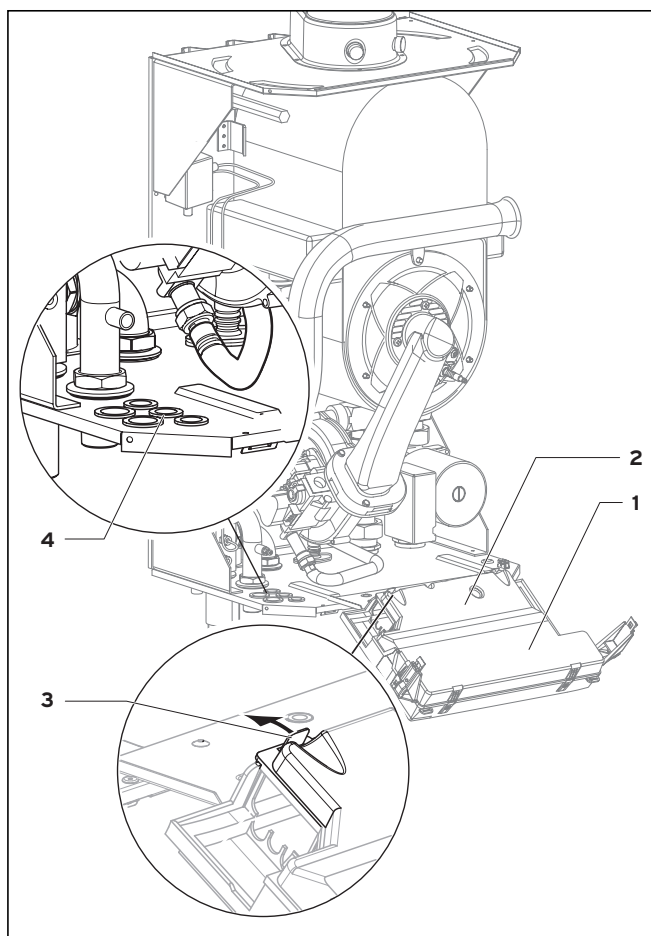

Рис. 4.9 Открытие задней стенки распределительной коробки
- Затем введите соединительные кабели (5) в блок электроники и отрежьте их требуемым образом (см. рис. 4.9).
- Снимите оболочку с соединительных кабелей на 2-3 см и удалите изоляцию жил (см. рис. 4.9).
- Отсоедините заднюю крышку распределительной коробки (1) в точках (2) и поднимите крышку вверх.
- Проведите соединительные кабели подключаемых компонентов через кабельные вводы (4) слева на нижней стороне аппарата.
- Затем введите соединительные кабели (5) в блок электроники и отрежьте их требуемым образом.